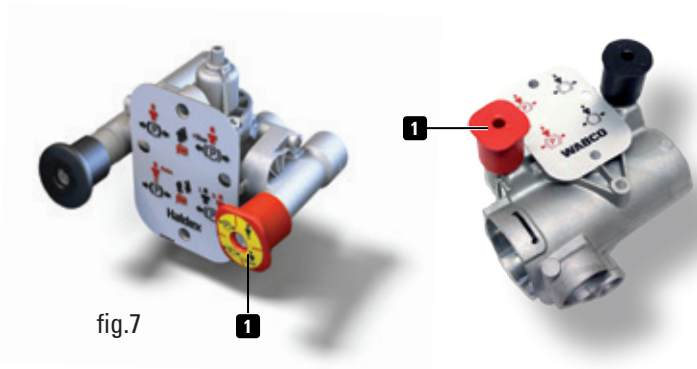

fig.7
**Manovra di sgancio:** come primo intervento è necessario impegnare il freno di stazionamento o di parcheggio del veicolo. I veicoli dispongono di impianto di frenatura di parcheggio di tipo a cilindri a molla con comando pneumatico. Quindi è necessario per eseguire questa operazione effettuare l'estrazione del pomello rosso (part.1 fig.7 pag. 32). Dopodiché scollegare i giunti pneumatici ed i connettori elettrici tra motrice e semirimorchio (capitolo 6 Collegamenti pneumatici ed elettrici). Poi tirare la leva di sicurezza per eseguire la manovra di sgancio (part.1 pag.30).
**Uncoupling operation:** to begin with, engage the vehicle's parking brake. The vehicles have a spring cylinder parking brake system with pneumatic control. Therefore, in order to perform this operation, pull out the red knob (part.1, fig.7, page 32). Afterwards, disconnect the pneumatic couplings and the electrical connectors between the tractor and semi-trailer (chapter 6 Pneumatic and electrical connections). Then, pull the safety lever to perform the uncoupling operation (part.1, page 30).